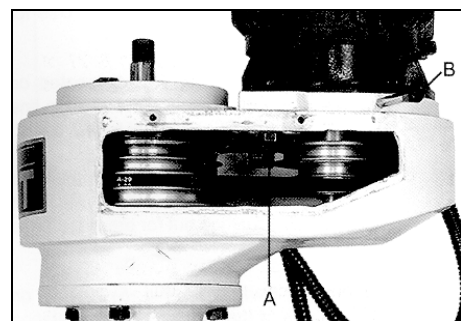

Рис. 8
Ослабьте шестигранную гайку (А, Рис. 8).
- **ходовой винт для перемещения стола по вертикали (С, Рис. 8).**
*Нет тока – проверить предохранитель и автоматический выключатель (Q, Рис. 8).